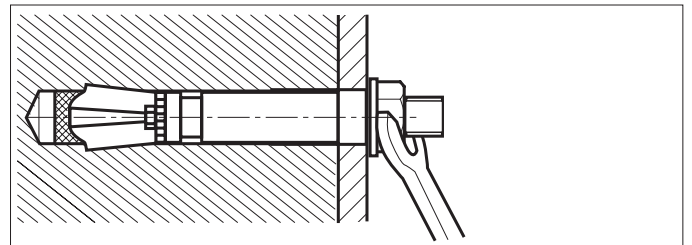

Bild 5
- ⇒ Beide Muttern mit 30 Nm anziehen (Bild 5).